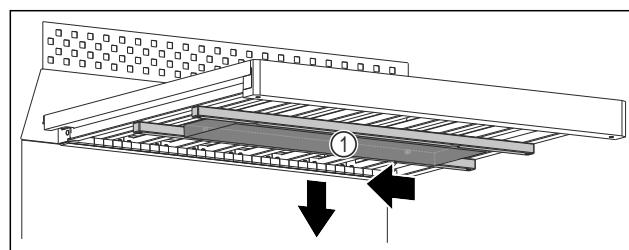

Fig. 98
- Boks za vodo Fig. 98 (1) potisnite na levo.
- Boks za vodo Fig. 98 (1) odstranite navzdol.